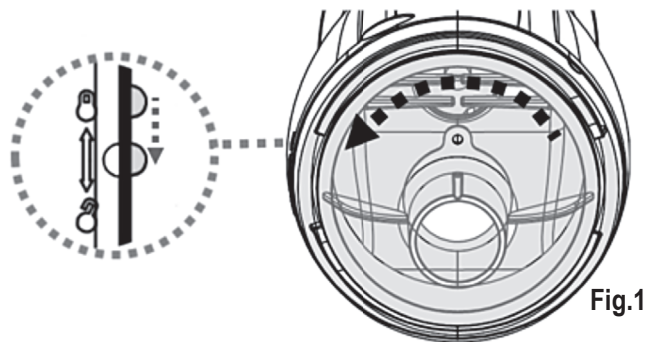

Fig.1
- 2) Tenez le corps de l'aspirateur électrique et tournez la verrière dans le sens inverse des aiguilles d'une montre jusqu'à ce que le marquage blanc sur la canopée atteigne le repère de déverrouillage. (**Fig.1**) Détachez la canopée et retirez le sac / panier filtrant de l'aspirateur électrique.